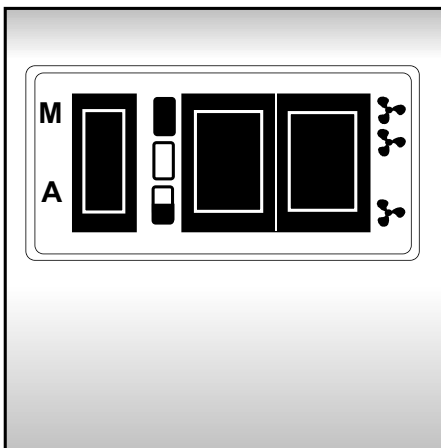

Fig. 1
- Percer les trous de fixation suivant les positions indiquées par le gabarit ainsi que la cote mini à respecter (Fig. 1 et Fig. 2).